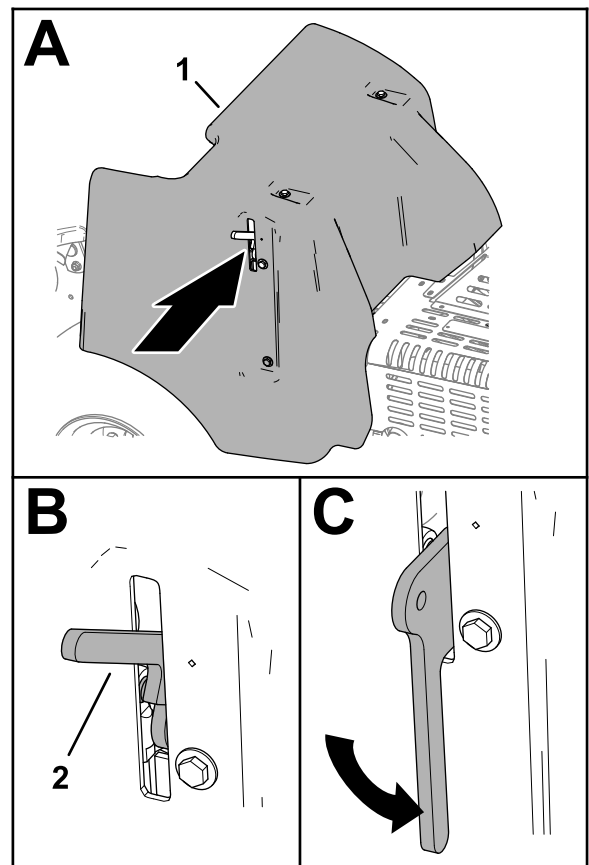

Figure 135
3. Baissez complètement la poignée de verrouillage pour fixer le protège-courroies en place (Figure 135).